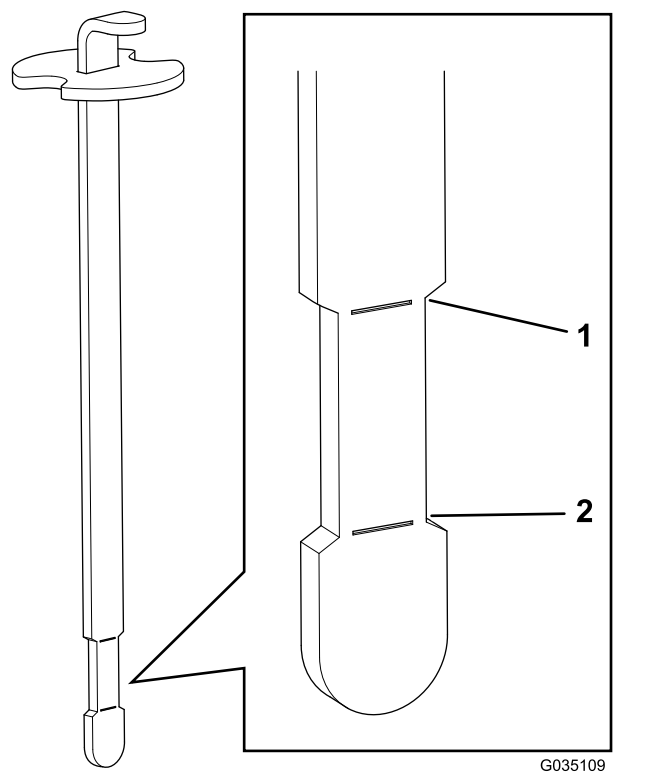

Figura 40
6. Introducei joja în buon, apoi scoatei-o i verificai nivelul de ulei (Figura 40).